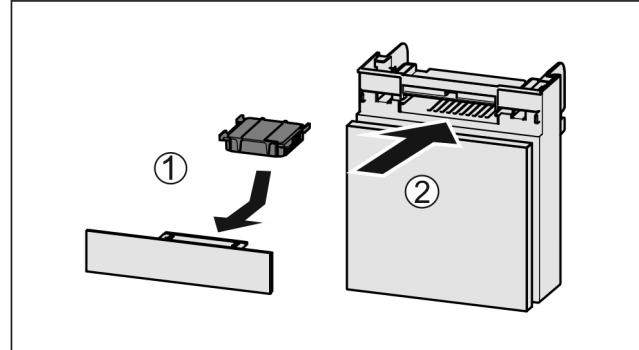

Fig. 160
- Vložte aktívny uhlíkový filter podľa obrázka Fig. 160 (1).
- Zasuňte zásuvku Fig. 160 (2).